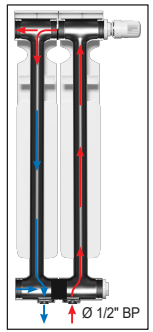

Рис. 1 Модель VC500, VC350
4.2. На входе/выходе радиатора рекомендуется установка запорно-регулирующей арматуры, предназначенной для регулирования теплоотдачи прибора и отключения радиатора от магистрали отопления в аварийных ситуациях. В качестве пробок и футорок следует применять только специальные изделия для радиаторов с уплотняющими прокладками. Использование льна, пакли и прочих материалов для герметизации стыков между пробками (футорками) и радиатором не допускается. Диаметр отверстий нижнего подключения 1/2 (рис.1). Запрещается устанавливать вентили (краны) в качестве терморегулирующих элементов отопления без установки перемычек в однотрубных системах отопления многоквартирных домов. В противном случае вы нарушаете регулировку тепловых приборов всего стояка в вашем доме.